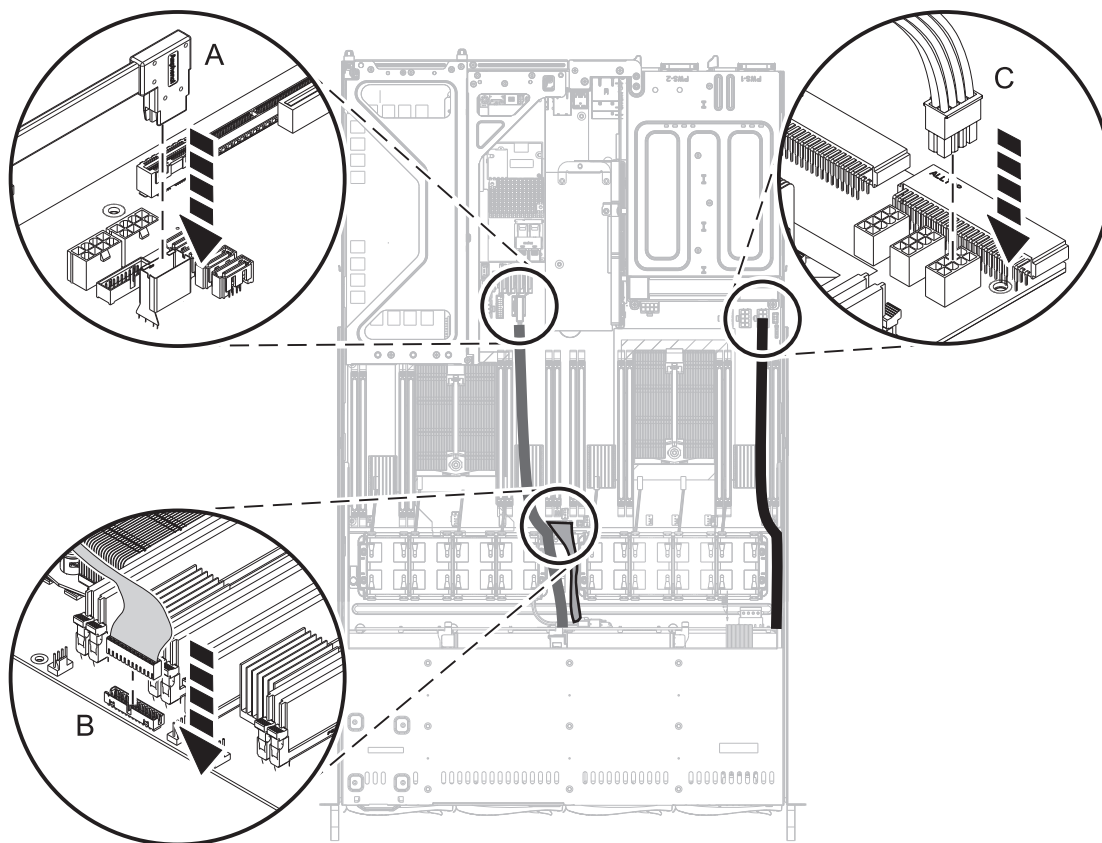

図 9. ドライブの信号ケーブルと電源ケーブルの接続
6. ラベルを確認して、ドライブ信号ケーブル (A)、(B)、およびドライブ電源ケーブル (C) をシステム・バックプレーンに再取り付けします (13 ページの図 9 を参照)。ケーブル・ラッチ・クリップがコネクタの所定の場所に収まったことを確認してください。